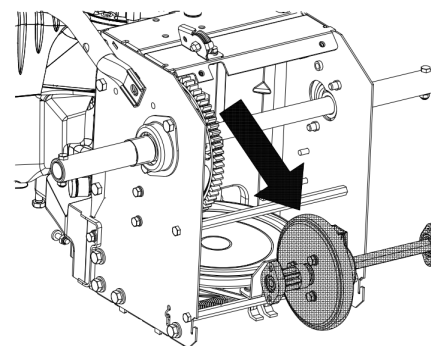

Рис. 30
4. С усилием вытащите шестигранный вал, снимите шестигранный вал и переходной вал в сборе (Рис. 30).